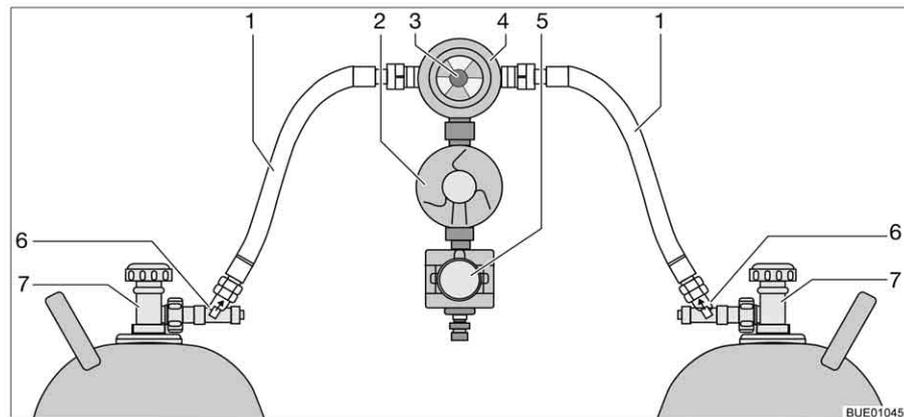

Fig. 127 Instalación de conmutación Crash-Protection-Unit
La Crash-Protection-Unit se compone de dos restrictores de desbloqueo manual (Fig. 127,6), una válvula selectora (Fig. 127,4) con regulador de presión (Fig. 127,2), una electroválvula (Fig. 127,5) y la unidad de mando con LED de tres colores. La válvula selectora está montada entre las dos gomas del gas (Fig. 127,1).
Con el botón giratorio (Fig. 127,3) en la válvula selectora se puede determinar cuál de las bombonas de gas se utilizará como bombona de servicio y cuál bombona de gas como bombona de reserva.
En la unidad de mando (Fig. 128) únicamente pueden conmutarse las funciones eléctricas. Las llaves de paso principales de las bombonas de gas (Fig. 127,7) y los desbloques (Fig. 127,6) deben abrirse a mano.
- Abrir las llaves de paso principales en las bombonas de gas (Fig. 127,7).
- Pulsar los desbloques (Fig. 127,6), uno tras otro, durante 10 segundos.
- Con el botón giratorio (Fig. 127,3) en la válvula selectora (Fig. 127,4), seleccionar la bombona de gas de la que habrá de tomarse el gas principalmente (bombona de servicio). Girar el botón giratorio siempre hasta el tope.
- Cerrar las llaves de paso principales en las bombonas de gas (Fig. 127,7).